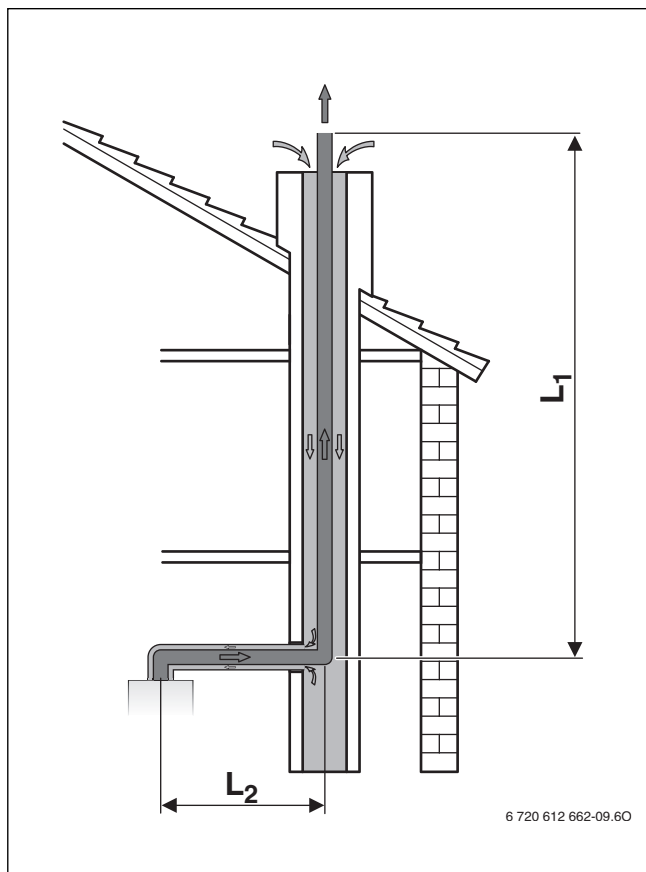

Fig. 11 Ghidarea gazelor arse în puț, conform C₉₃ (rigid)
- Dacă alimentarea cu aer de ardere se realizează printr-un puț în contracurent (→ Fig. 11), puțul trebuie curățat după cum urmează.